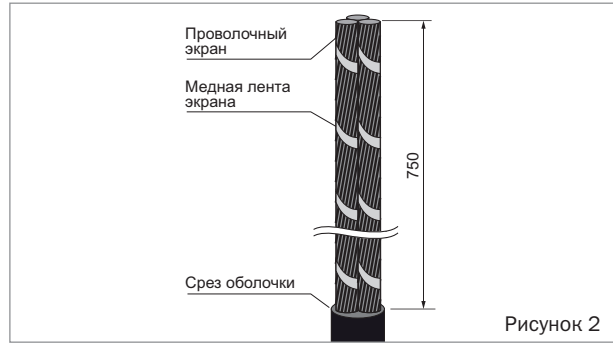

Рисунок 2
- Для облегчения снятия оболочки прогреть её пламенем горелки. Удалить защитный шланг с конца кабеля до кольцевого надреза. Удалить разделительный слой (рисунок 2).